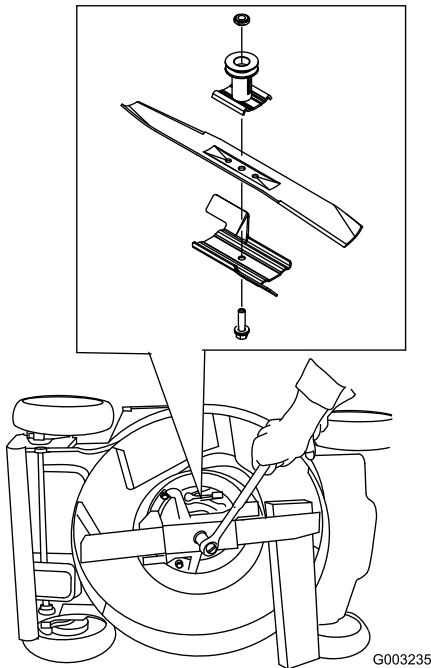

Bild 42
3. Stabilisieren Sie das Messer mit einem Holzblock (Bild 42).